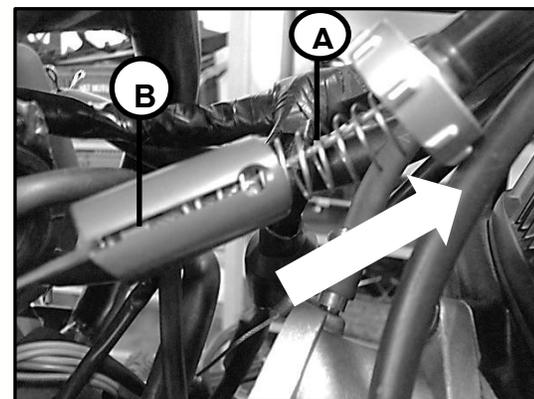

Fig.2.43
- Comprima el resorte [A] al máximo para poder liberar la cabeza del cable [B]. Fig.2.43